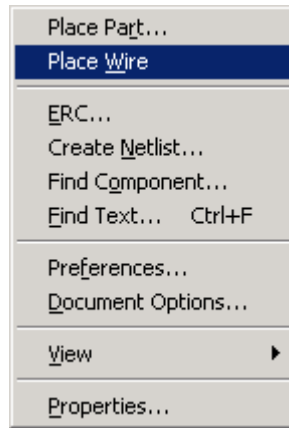

图 1-14 右键菜单
**更快捷的连线方法：**在待命模式，按鼠标右键，出现如图 1-14 所示的右键菜单，点击 Place Wire 菜单项就可以进行连线。